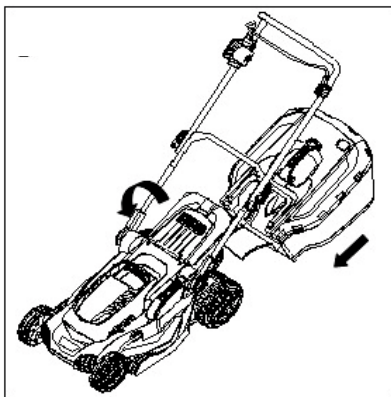

Рис. 7
2. Вставьте травосборник в посадочные места (рис. 7).